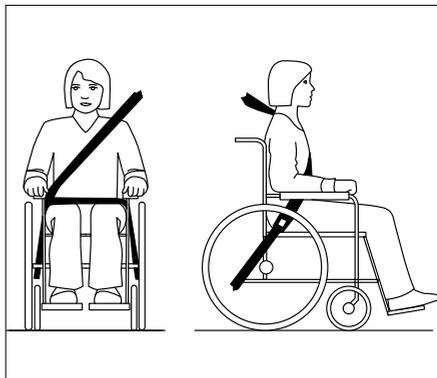

Figure 41
- Veillez à ce que la ceinture de sécurité ne soit pas éloignée du corps par des composants du fauteuil roulant, telles que les accoudoirs et les roues. Pour une fixation correcte, voir la figure 41.